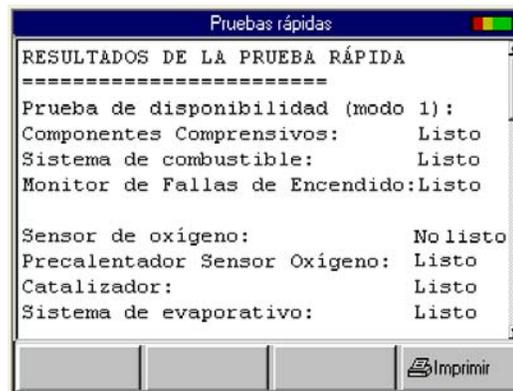

Figura 3.13: Pantalla Pruebas Rápidas (Quick Tests)
- Si los mensajes “Ejecutando Pruebas Rápidas” (Performing Quick Tests) y “Resultados de Pruebas Rápidas OBD-II” (Quick Test Results) aparecen (Figura 3.13), continúe con Step 3: Ver Resultados de Prueba Rápida OBD II en la siguiente columna.
Para los vehículos OBD-II, utilice el siguiente procedimiento tras visualizar la pantalla de resultados Pruebas Rápidas (Quick Tests, Figura 3.13 en la página 17) y tras presionar la tecla ENTER.